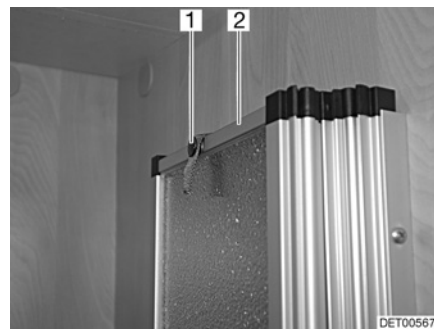

Bild 113 Befestigung, Duschtrennwand
- Halteband (Bild 113,1) der Duschtrennwand (Bild 113,2) lösen und Duschtrennwand ausziehen.
- Duschtrennwand (Bild 113,2) zusammenfallen und mit Halteband (Bild 113,1) befestigen.